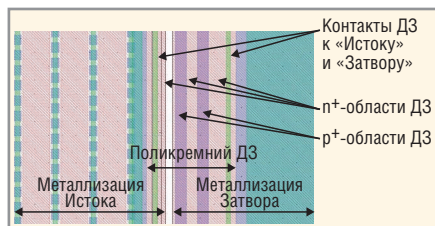

Рис. 2. Конструкция диодов Зенера в слое поликремния вокруг ВКП–«Затвор»
- Защита подзатворного диэлектрика диодами Зенера в слое поликремния (см. рис. 2), что повышает более чем на порядок стойкость транзисторов к статическим электрическим разрядам.